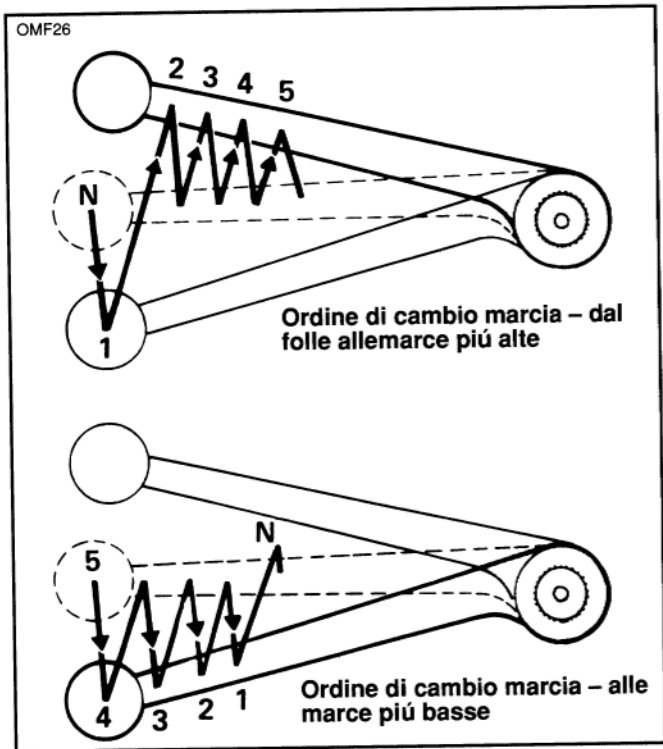

Figura 30. Sequenza di cambio a 5 marce
Vedere la figura 2. Per far partire la moto, tenerla in posizione verticale, con il motore al minimo, e azionare a fondo la leva della frizione (6) per disinnestare la frizione. Vedere la figura 30. Spingere verso il basso il pedale del cambio, con decisione ma gentilmente, a fine corsa per innestare la prima. Quindi rilasciare lentamente la leva della frizione e, simultaneamente, aprire gradualmente il comando gas.